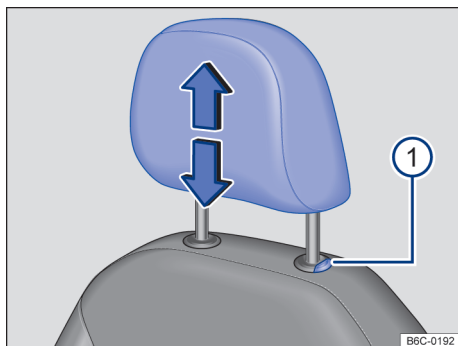

Fig. 68 Apoio para cabeça dianteiro: ajustar.
- Deslocar o apoio para cabeça para cima ou para baixo na direção da seta com o botão → Fig. 68 ① pressionado → ▲ em *Introdução ao tema* na página 84.